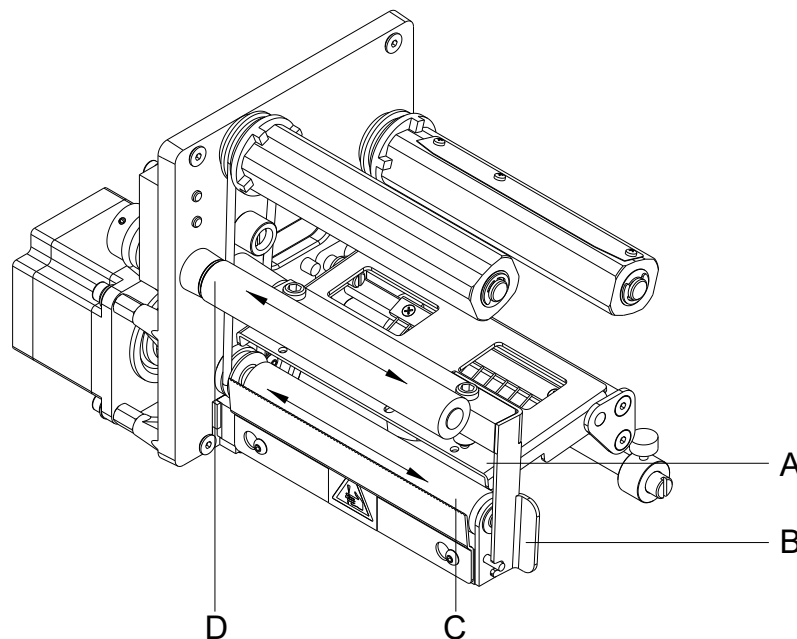

Abbildung 13
2. Andruckhebel (B, in Abbildung 13) gegen den Uhrzeigersinn drehen, um den Druckkopf (A, in Abbildung 13) zu entriegeln.
7. Andruckhebel (B, in Abbildung 13), bis er einrastet im Uhrzeigersinn drehen, um den Druckkopf (A, in Abbildung 13) anzuklappen.
4. Lichtschanke (A) mit Druckgas-Spray ausblasen. Die Anweisungen auf der Dose beachten!
5. Etiketten-Lichtschanke (A) kann zusätzlich mit einer Reinigungskarte (B) die zuvor mit reinem Alkohol befeuchtet wurde, gereinigt werden. Die Reinigungskarte ist hin und her zu schieben (siehe Abbildung).